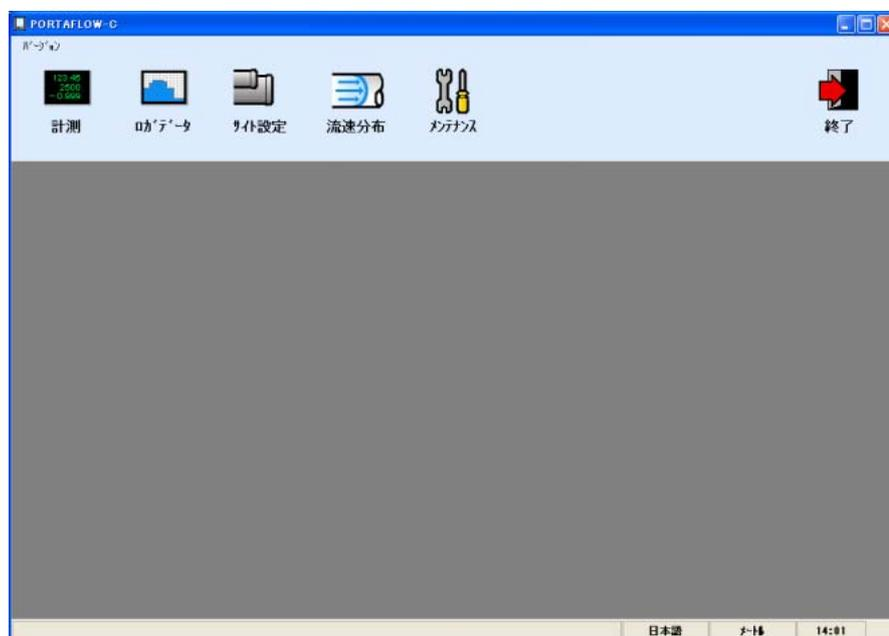

図4-2 <メニュー画面>
- 図 4-2 <メニュー画面>が表示されます。この際、ini ファイルの読み込み、流量計と通信を行い、単位情報を取得します。